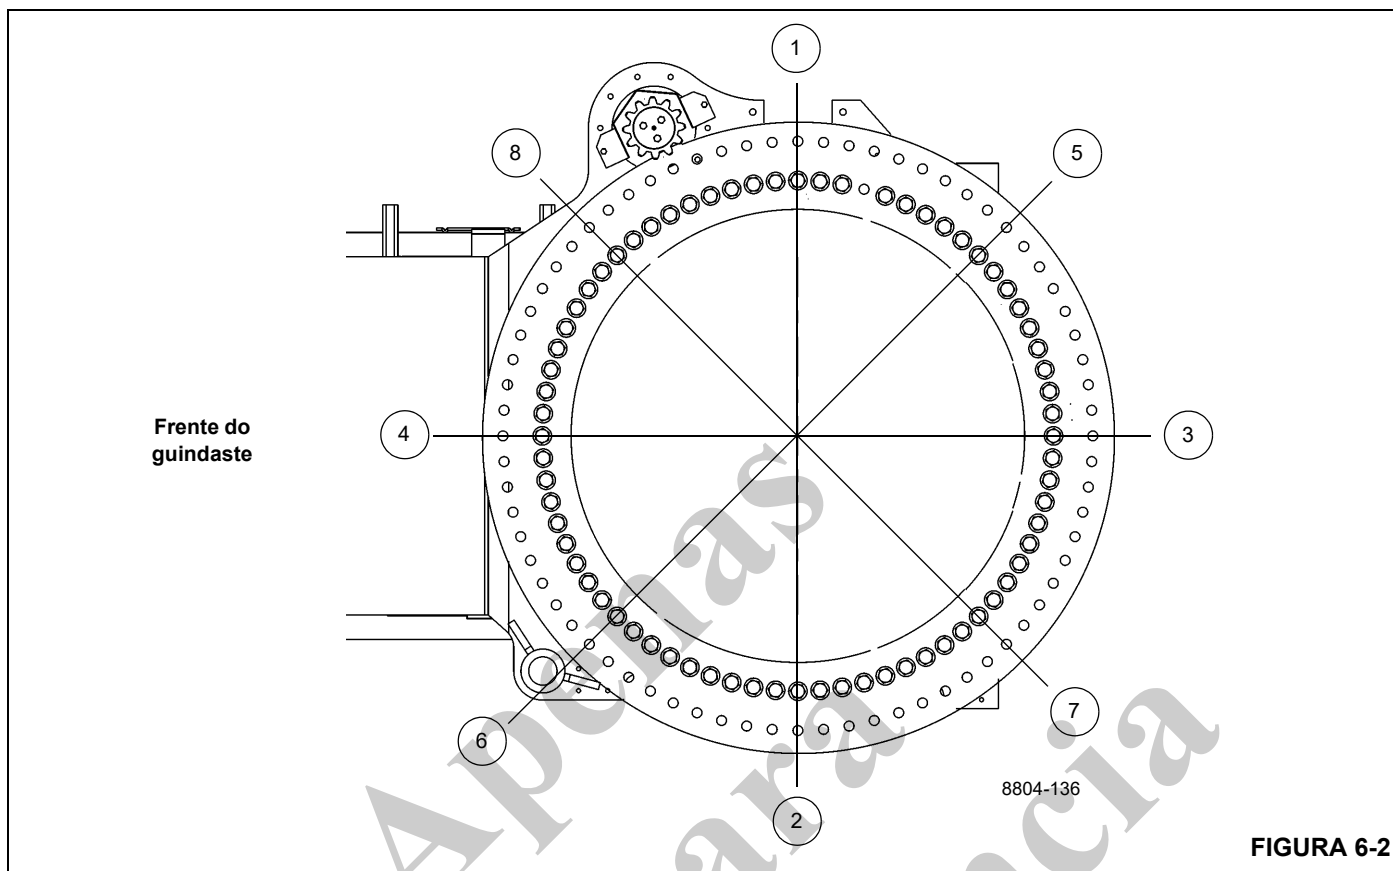

FIGURA 6-2
2. Aperte oito parafusos até 80% do valor de seu torque especificado usando o padrão de sequência mostrado na Figura 6-2; consulte *Elementos de fixação e valores de torque*, página 1-15 sobre o valor correto de torque. As ferramentas usadas são o soquete, o multiplicador, o adaptador de folga, as extensões necessárias e o torqueímetro.